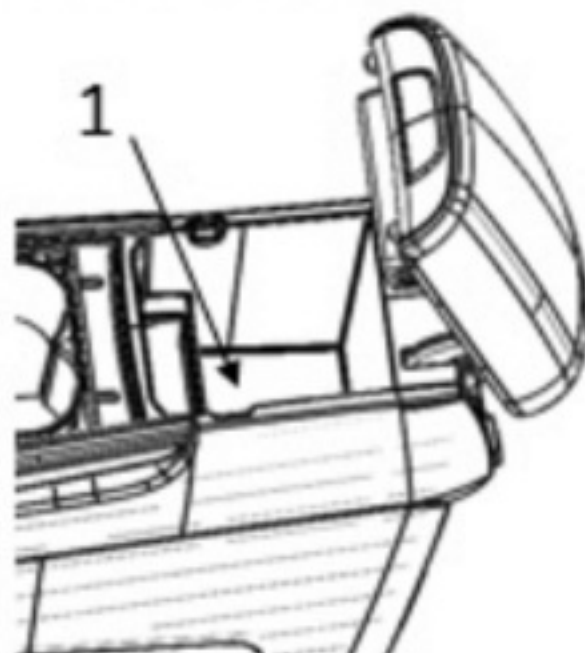

图 1-43 副仪表板扶手打开示意
(1)打开扶手，使副仪表处于如图1-43所示状态。
(2)用手抓住图1-43箭头所示位置，将副仪表板储物箱隔震垫取出。